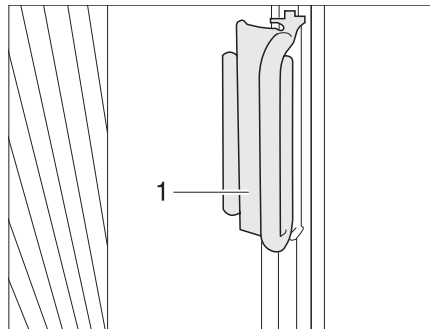

Fig. 19 Maniglia della tendina oscurante pieghevole del finestrino del conducente e del passeggero
- Afferrare l'impugnatura (Fig. 19,1) delle tendine oscuranti pieghevoli su entrambi i lati del parabrezza e chiudere verso il centro del parabrezza tirando con prudenza finché il fermo magnetico non blocca la tendina oscurante pieghevole.
- Spingere l'impugnatura (Fig. 19,1) sul sopralzo. La tendina oscurante pieghevole è ora bloccata.